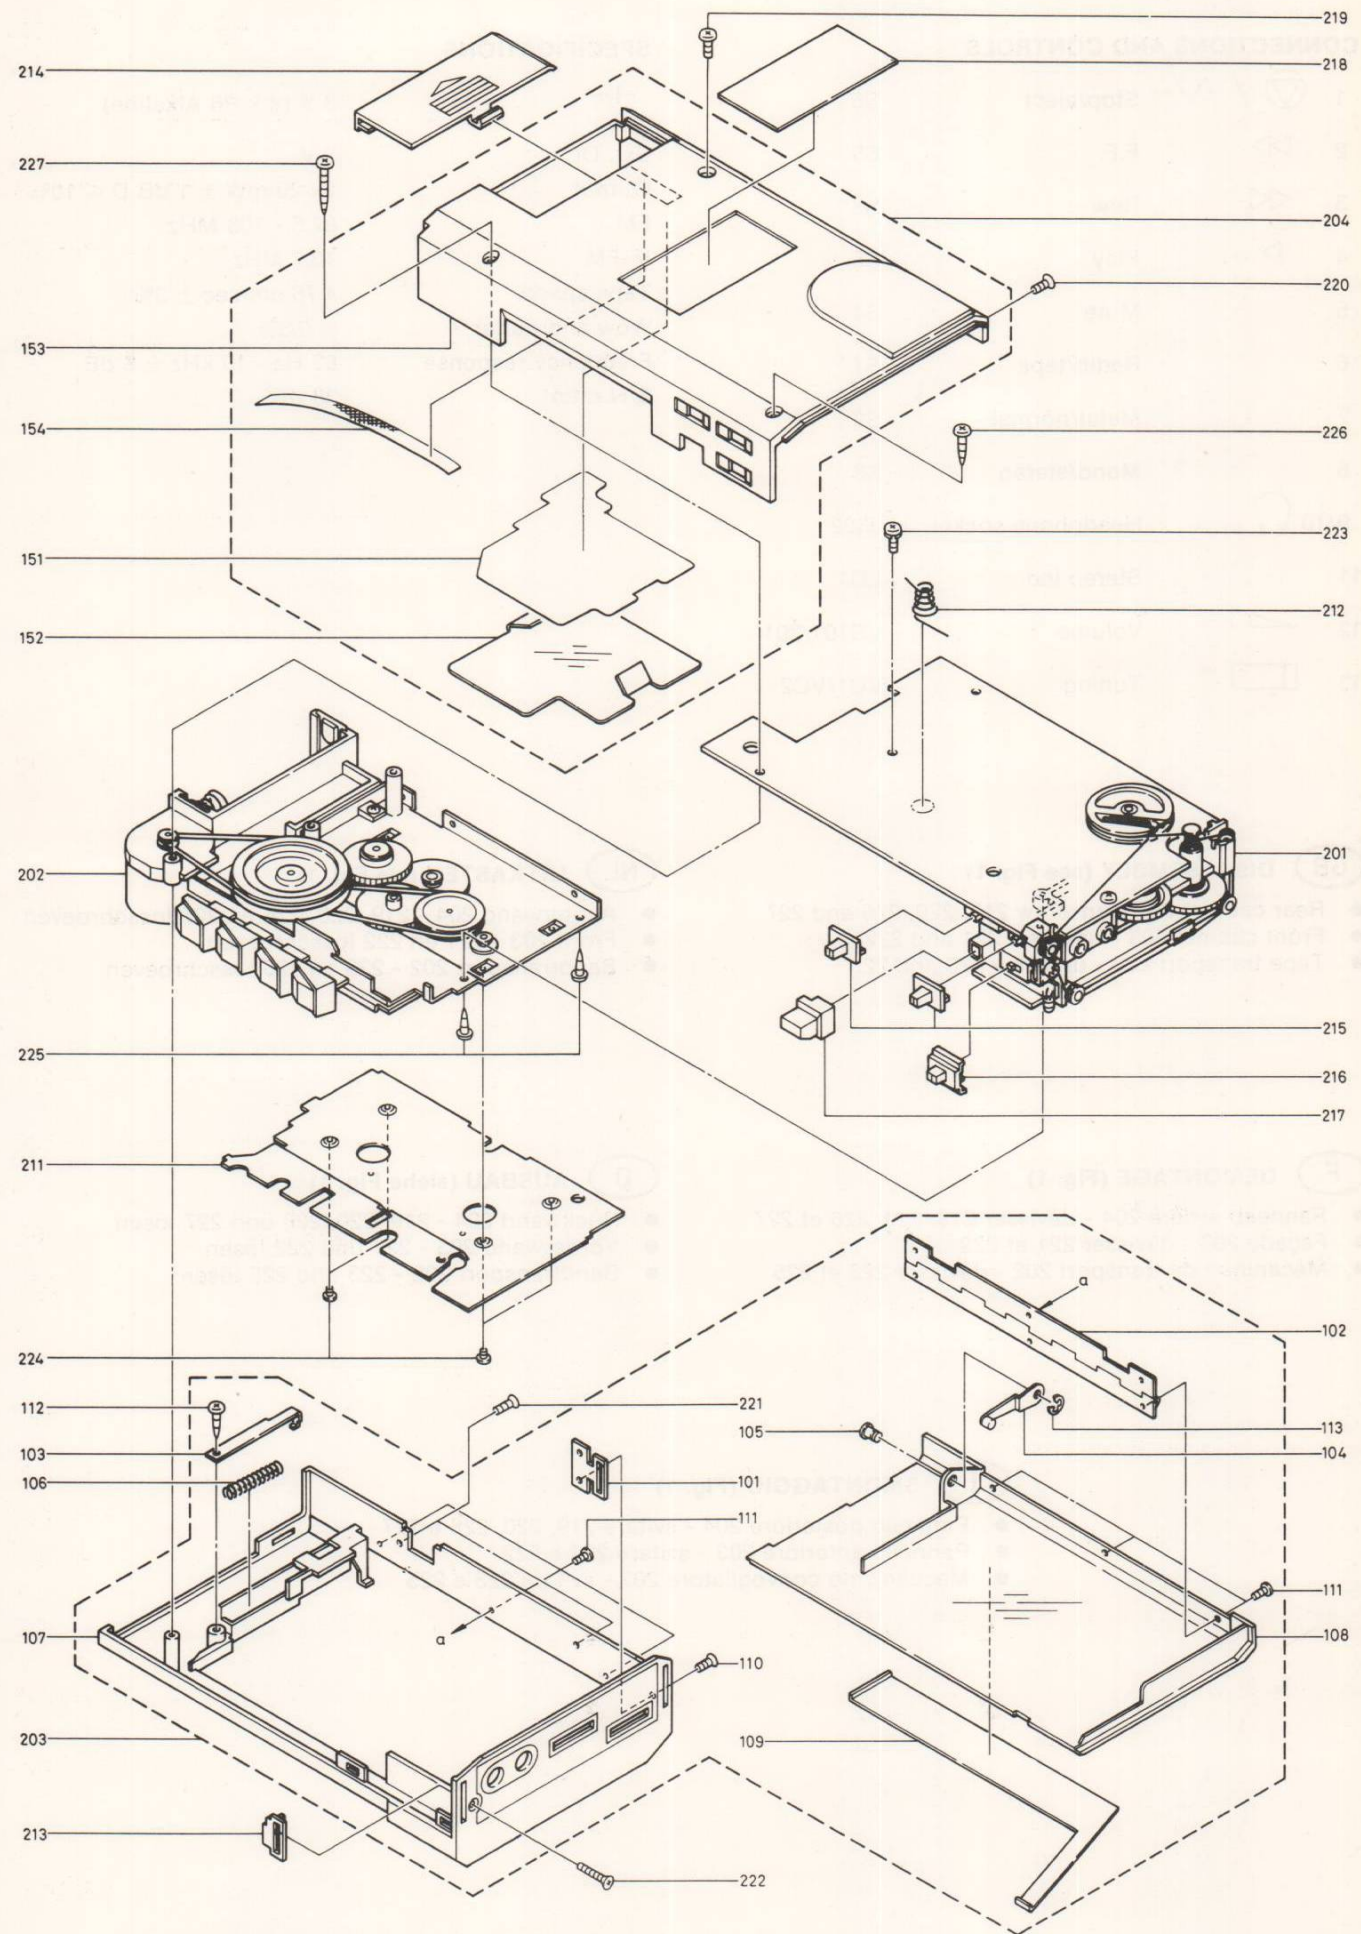

Fig.1
**GB** DISASSEMBLY (see Fig. 1)
**NL** UITKASTEN (zie Fig. 1)
**F** DEMONTAGE (Fig. 1)
**D** AUSBAU (siehe Fig. 1)
**I** SMONTAGGIO (Fig. 1)